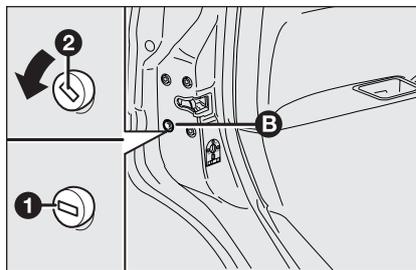

fig. 1
- inserire la chiave di avviamento nel nottolino **B**-fig. 1;